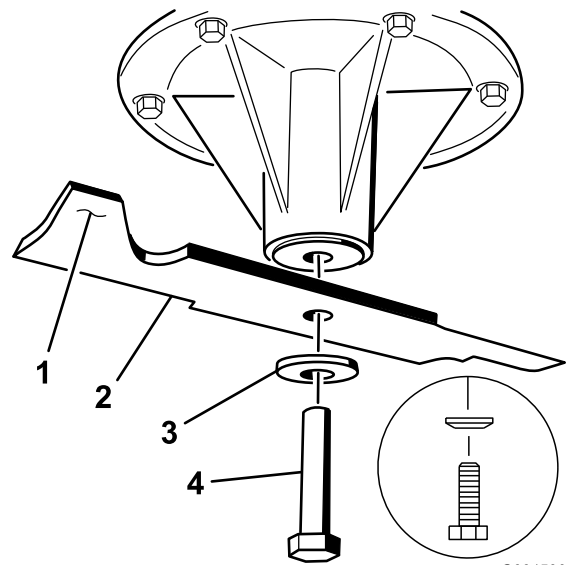

Figura 79
1. Instale la cuchilla en el eje (Figura 79).
2. Instale la arandela de muelle y el perno de la cuchilla (Figura 79).
Nota: El cono de la arandela de muelle debe estar orientado hacia la cabeza del perno (Figura 79).